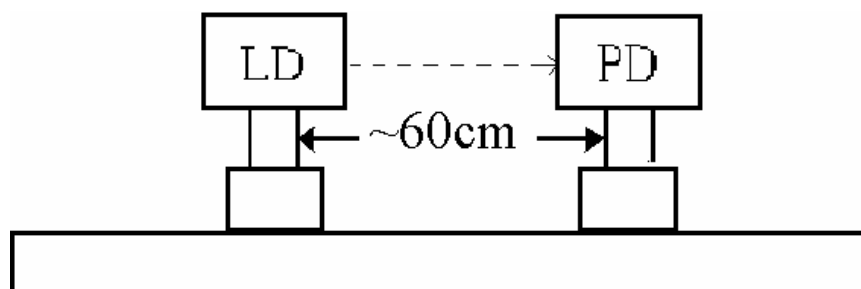
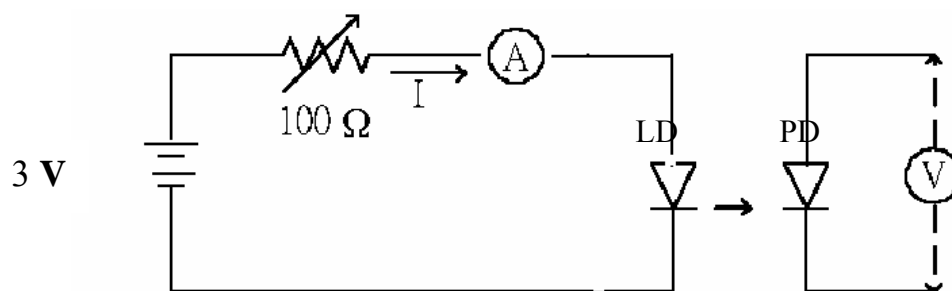

Fig. 5 – Montagem no banco de óptica (LD: díodo LASER; PD: fotodetector)
Fig. 6 – Circuito equivalente para a ligação do díodo LASER
1. Montar horizontalmente o díodo LASER e o fotodetector no banco de óptica, tal como mostra a Fig. 5. Ligar a resistência variável, a bateria de pilhas, o amperímetro, o voltímetro, o díodo LASER e o fotodetector como indicado na Fig. 6. Ajustar a resistência variável para que a corrente que atravessa o díodo LASER seja cerca de 25 mA e o díodo LASER emita luz adequadamente. Seleccionar o modo de ganho baixo (LO) do fotodetector. Alinhar o díodo LASER e o fotodetector de tal modo que o feixe de luz entre na pequena abertura da caixa do fotodetector e a leitura do fotodetector seja maximizada. **Cuidado: Evitar curto-circuitos! Em particular, evitar o contacto dos fios preto e vermelho da bateria de pilhas.**